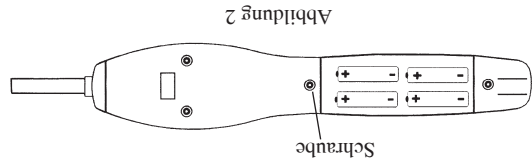

Abbildung 2
2. Setzen Sie die vier AA-Alkalibatterien in der korrekten Richtung entsprechend den Angaben im Batteriefach ein – siehe Abbildung 2.